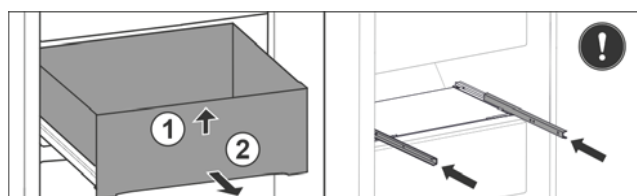

Fig. 36 *
- ▶ Поднимите выдвижной ящик спереди Fig. 36 (1)*.
- ▶ Извлеките движением вперед Fig. 36 (2)*.